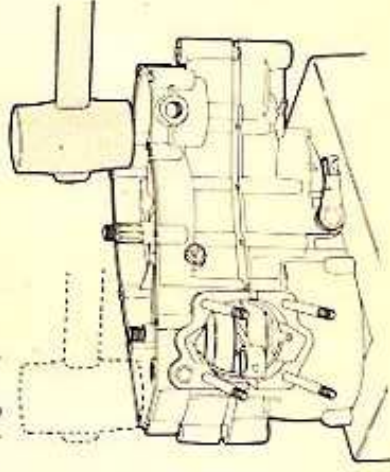

FIG. 37 Chiusura motore
- 10) Montare i grani di riferimento, una nuova guarnizione centrale, oliare tutti gli alberi, sovrapporre il semicarter frizione (destra), e battere non violentemente con un martello di legno, cuoio o plastica in modo uniforme sino alla completa unione (fig. 37).